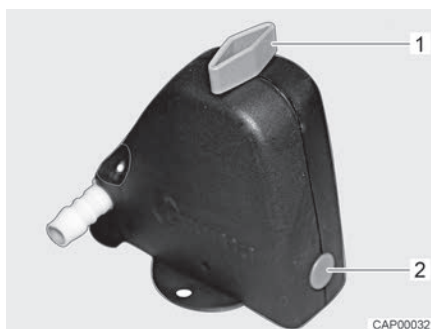
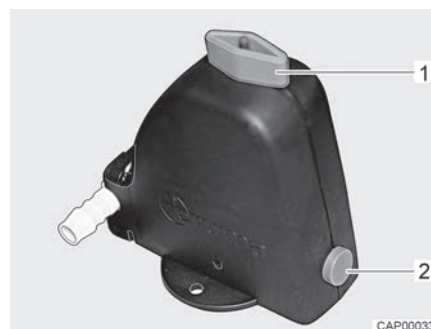

Bild 194 Sicherheits-/Ablassventil geschlossen
Bild 195 Sicherheits-/Ablassventil geöffnet
- Sicherheits-/Ablassventil (Bild 194) öffnen. Dazu Drehknopf (Bild 194,1) längs zum Sicherheits-/Ablassventil drehen. Der Druckknopf (Bild 194,2) springt heraus. Das geöffnete Sicherheits-/Ablassventil ist in Bild 195 dargestellt.